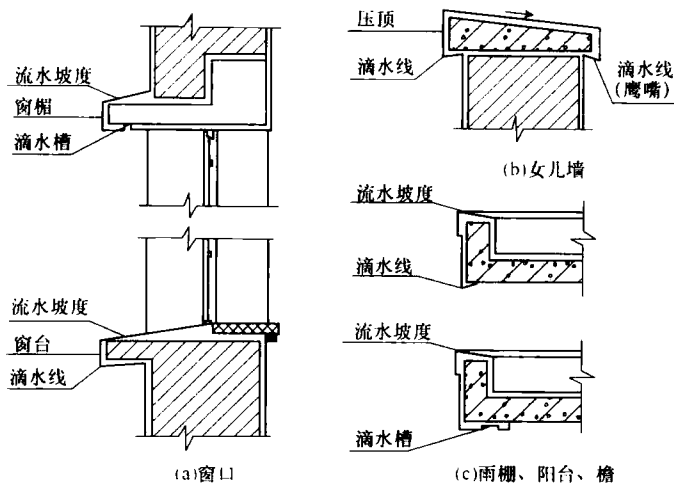

图 1-4 滴水线(槽)示意图
(10)抹滴水线(槽)。抹檐口、窗台、窗眉、雨棚、阳台和突出墙面的腰线及装饰凸线等部位时,顶面做流水坡,下面做滴水线(鹰嘴)或滴水槽。滴水槽距外表面距离宜为20~30 mm,滴水槽深度和宽度一般不小于10 mm。女儿墙压顶应坡向墙内,下面应做滴水线,严禁出现倒坡。窗台上的抹灰层应深入窗框下坎裁口内,堵塞密实。滴水线做法如图1-4所示。